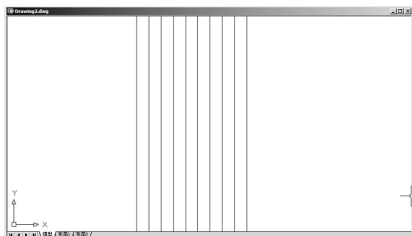

图 4.102 绘制垂直构造线
(1) 将【辅助】图层设置为当前层，打开【正交】功能并执行菜单栏中的【绘图】|【构造线】命令。
① 在 **_xline 指定点或 [水平 (H)/ 垂直 (V)/ 角度 (A)/ 二等分 (B)/ 偏移 (O)]:** 提示下，在绘图区域任意位置单击。
② 在 **指定通过点:** 提示下，将光标垂直向下拖动，形成垂直线后单击。这样就绘出一根垂直构造线。
(2) 启动【阵列】命令，阵列生成其他垂直构造线，参数设定为 1 行、10 列、列偏移 300，结果如图 4.102 所示。